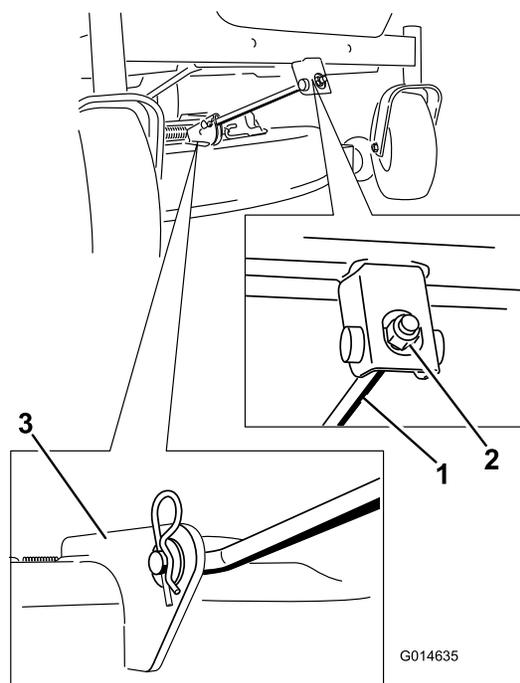

Figura 52
- Retire el pasador de horquilla de la varilla de soporte delantera y retire la varilla del soporte de la carcasa (Figura 52). Baje cuidadosamente la parte delantera de la carcasa de corte al suelo.
- Conecte la varilla de soporte delantera a la carcasa de corte con el pasador y la chaveta (Figura 52).